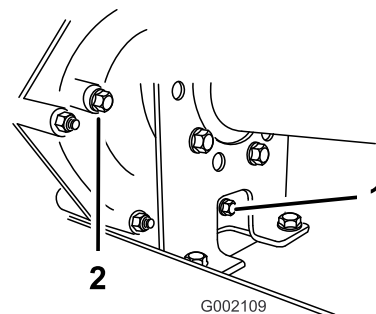
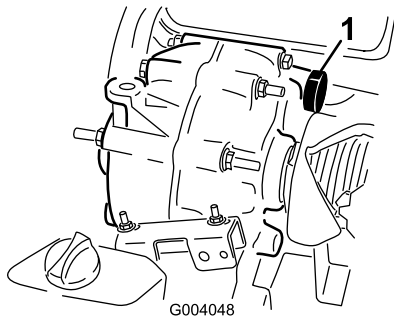

Figura 43
Figura 44
2. Limpie la zona alrededor de los tapones de vaciado y llenado con un trapo (Figura 43).
4. Retire el indicador girándolo en sentido antihorario (Figura 43).
5. Retire el indicador girándolo en sentido antihorario (Figura 43).
6. Instale y apriete el tapón de vaciado y la junta en el orificio de llenado de la transmisión (Figura 43).
7. Llene el depósito (Figura 44) a través del orificio de llenado con aproximadamente 1.4 litros (1.5 cuartos US) del fluido especificado, hasta que el nivel de fluido de la transmisión esté enrasado con el borde inferior de la rosca (Figura 43).
8. Instale y apriete el tapón y la junta en el orificio de llenado de la transmisión (Figura 43).
10. Compruebe el nivel de fluido y añada más fluido si el nivel no llega a las roscas del orificio de llenado (Figura 43).